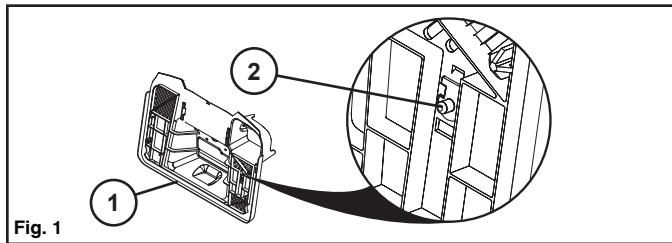

Fig. 1
- Volte a colocar as porcas de bloqueio (21) e aperte até estarem totalmente instadas.
- Deslize a vedação de borracha (23) até ao topo da pega de metal (24) do ensacador.
- Deslize a pega (24) para baixo ao longo da cobertura do ensacador e dos orifícios de fixação da estrutura superior.
- Passe o pino com cabeça (25) pelo orifício no fundo da pega do ensacador e passe a mola de retenção (26) pelo orifício na extremidade do pino com cabeça até engatar.
- Puxe a cobertura (27) para trás para que engate por trás das nervuras de fixação (28).
- Alinhe os orifícios no deflector de relva (29) com as saliências na cobertura do ensacador.
- Primeiro, instale o parafuso hexagonal de 1/4" (30) (1/4"-15 x 1/2") na parte lateral, como indicado.
- A seguir, instale o parafuso hexagonal de 1/4" (31) (1/4"-15 x 1/2") na parte de cima, como indicado.
- Colocando-se por trás do tractor com o ensacador retirado da placa traseira (1), identifique a área do interruptor do saco (2) (ver fig. 1).